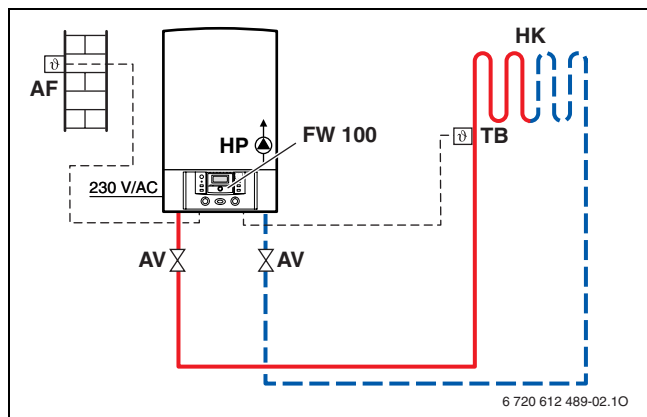

Bild 2 Beispiel mit witterungsgeführtem Regler FW 100 und Fußbodenheizung bis 1000 l/h
- Einsatz einer hydraulischen Weiche bei sauerstoffdichtem Rohr: bei Fußbodenheizungen mit einer Wassermenge unter 1000 l/h kann die hydraulische Weiche wie in Bild 2 entfallen (siehe dazu auch Merkblatt für Fußbodenheizungen 7 181 465 172).